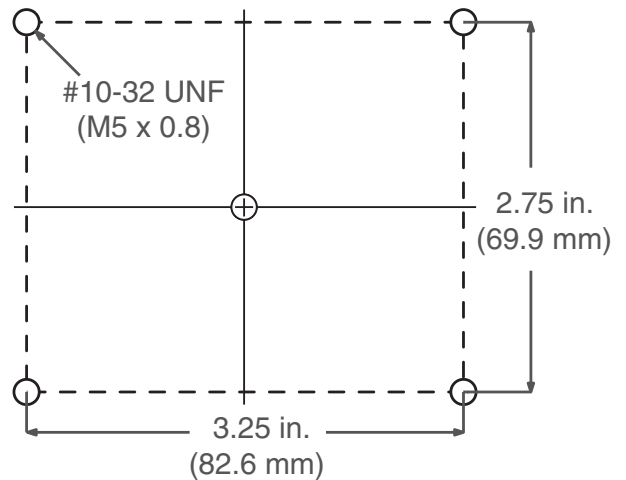

ABB. 37: CGM-Montagebohrungen
4. Die Montagebohrungen entsprechend der abgebildeten Maße bohren, dargestellt in ABB. 37.